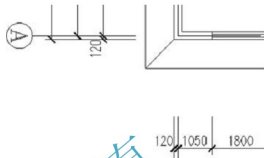

图 3.112 插入后的“轴线编号”图块
(3) 在输入轴线编号<1>: 提示下, 输入“A”后按 Enter 键, 结果如图 3.112 所示, 可以发现文字“A”的方向不对, 需要修改。